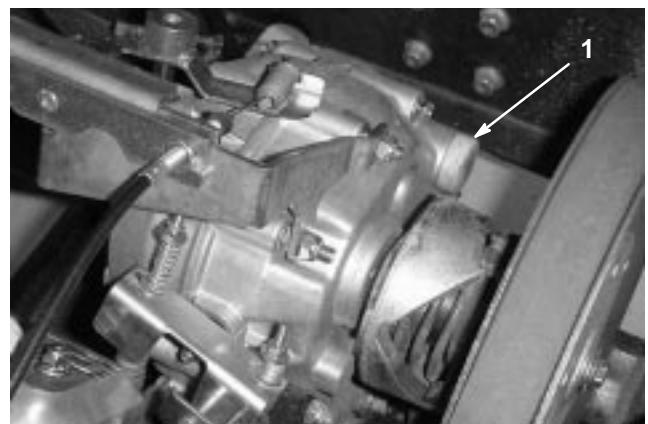

Figure 33
3. Versez environ 1,4 l d'huile moteur SAE 10W30 dans le réservoir (Fig. 33) ou faites l'appoint jusqu'à ce que le niveau atteigne le bas du trou d'indication de niveau (Fig. 32).